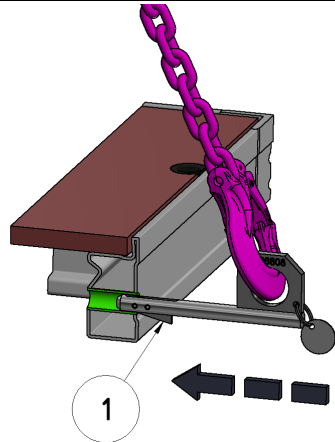

Abbildung 3
Transportstecker gemäß Abbildung 3 horizontal mit Hakenöse nach oben zeigend einschieben, bis Falle (1) Abbildung 3 nach unten schnappt.